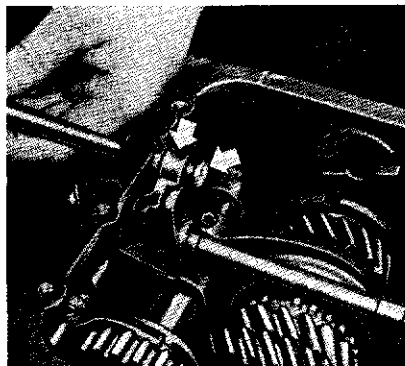

Fig. 34. — Dépose du levier de renvoi
- Chasser la goupille d'arrêt du levier de renvoi (fig. 34).